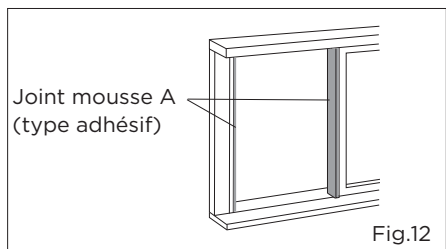

Fig.12
1. Coupez les joints mousse (type adhésif) aux longueurs appropriées et fixez-les au cadre de la fenêtre. Voir (Fig.12).